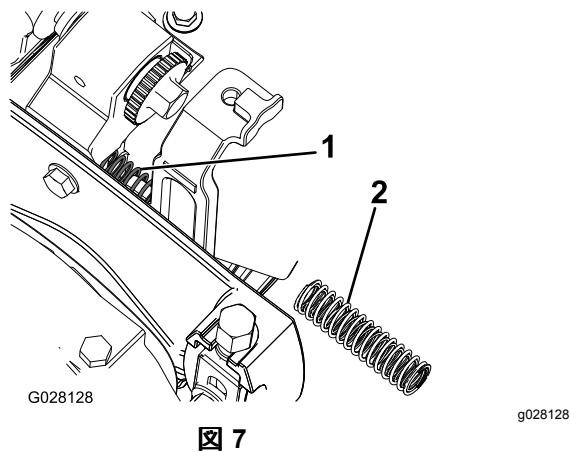

図 7
5. ラジオペンチのようなものを使用して、カッティングユニットの両側についている圧縮スプリングを外し、新しい内側スプリングと外側スプリングに交換する 図 7。